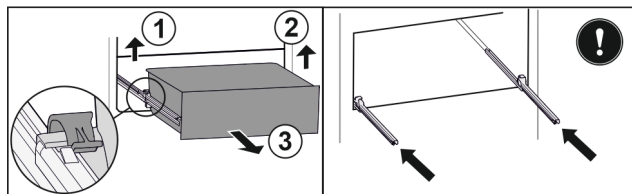

Fig. 70
- ▶ Levante la brida izquierda y, simultáneamente, tire de la parte izquierda del cajón hacia delante. Fig. 70 (1)
- ▶ Levante la brida derecha y, simultáneamente, tire de la parte derecha del cajón hacia delante. Fig. 70 (2)
- ▶ Extraiga el cajón hacia delante. Fig. 70 (3)